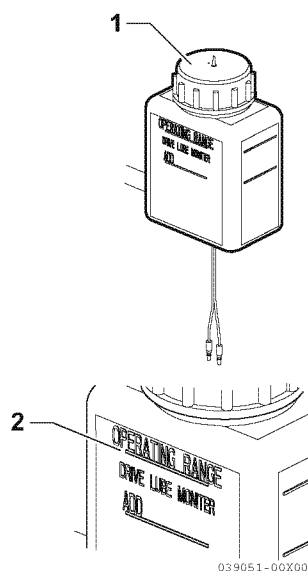

Figura 3
1. Retire o tampão do depósito do óleo (1, **Figura 3**).
2. Abasteça o depósito do óleo até à linha OPERATING RANGE (2, **Figura 3**) (cheio) com o fluido especificado.